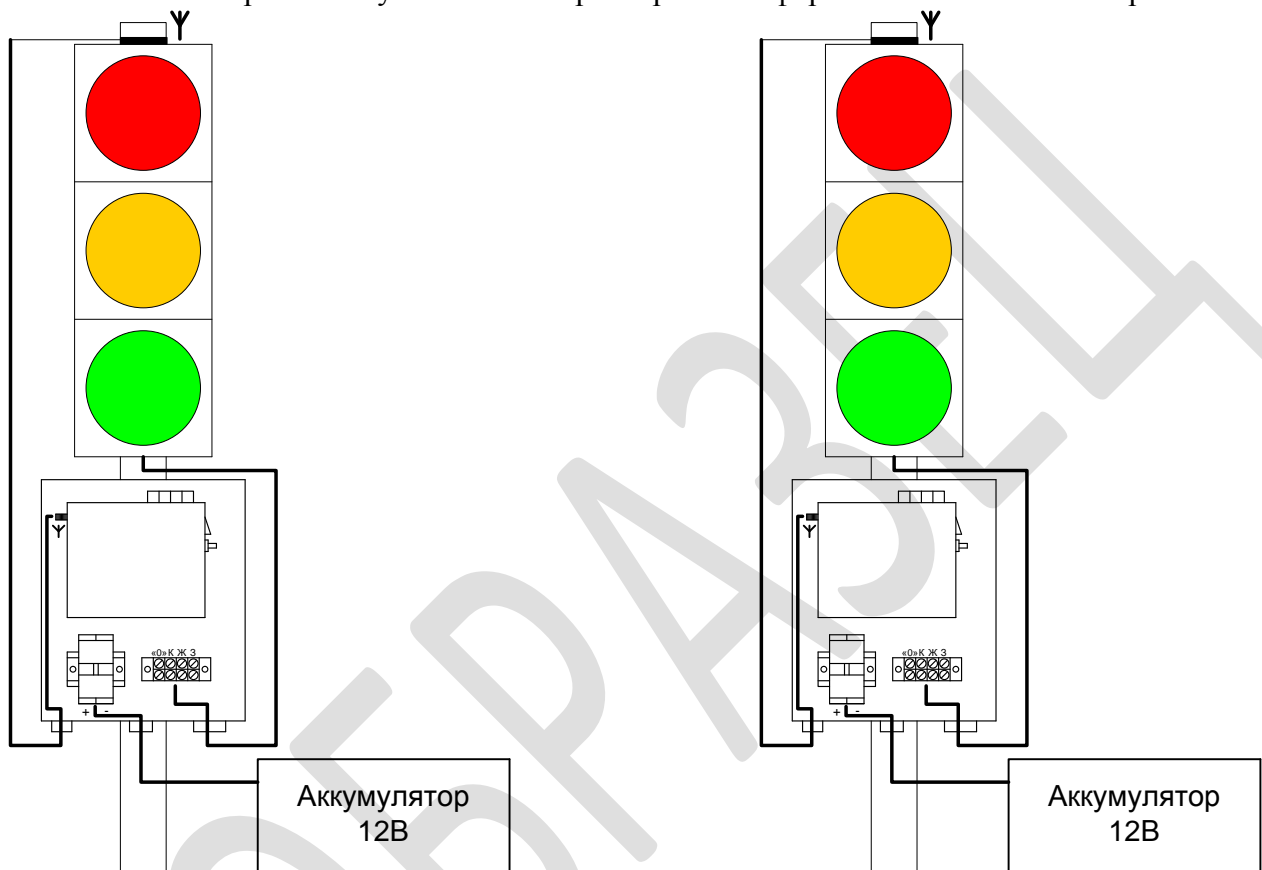

Рис.1
1.3.1 Электронный блок светофора МС200 GPS выполнен в виде функционально законченной печатной платы, помещенной в пластиковый корпус пульты управления, который в свою очередь установлен в шкаф управления. (Рис.1)